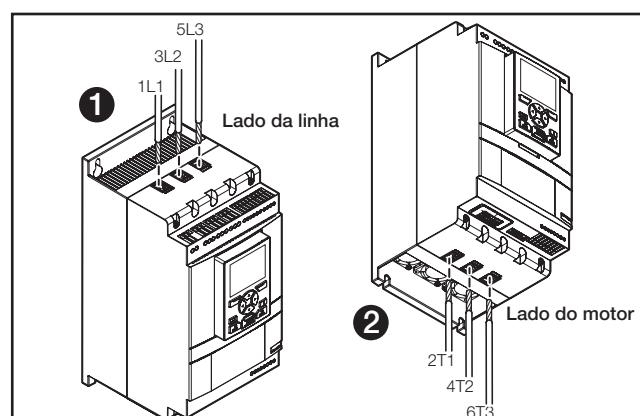
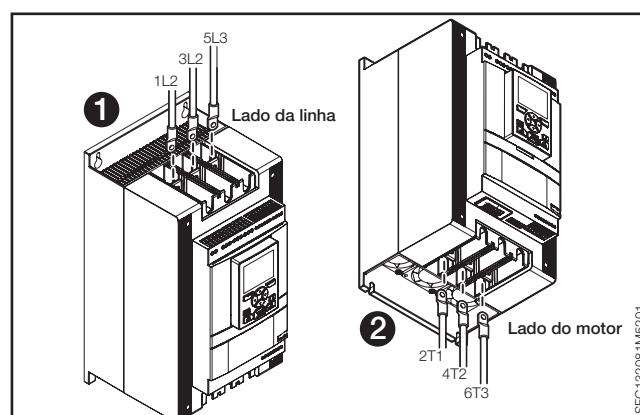

Figura 2.2
Figura 2.3
- Conecte o circuito principal: terminais 1L1 - 3L2 - 5L3 ao lado da linha ①, e os terminais 2T1 - 4T2 - 6T3 ao lado do motor ②, consulte a **Figura 2.2**. Use a conexão cabeada para o PSTX30...105, consulte **Figura 2.2** e a conexão do terminal para o PSTX142...570, consulte **Figura 2.3**.
- Conecte o lado da linha nos terminais 1L1, 3L2, 5L3. consulte ① e a **Figura 2.2**. Conecte o motor nos terminais 2T1, 4T2, 6T3 no lado do motor, consulte ② na **Figura 2.2** e **Figura 2.3**.